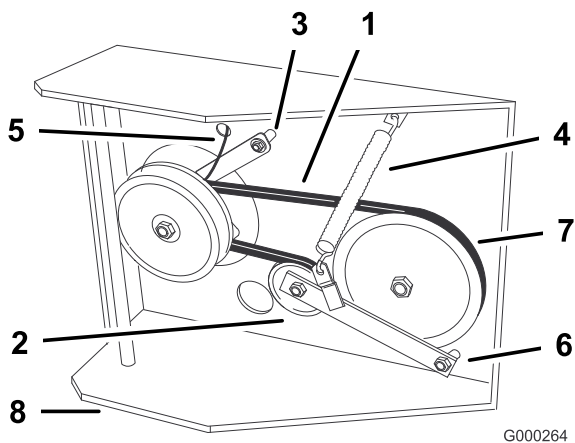

Figura 47
6. Desconecte el soporte del embrague de la plataforma del motor (Figura 47).
7. Desenganche el muelle tensor del lado del bastidor (Figura 47).
10. Apriete el perno del pivote a 47-54 Nm (35-40 pies-libra). Instale el muelle tensor entre la brazo de la polea tensora y el soporte del bastidor (Figura 47).
11. Instale el tirante del embrague en la plataforma (Figura 47)